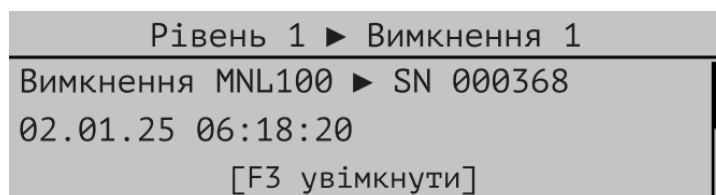

Рисунок 8.5.1 – Приклад вікна повідомлення режиму вимкнення
8.5.1 Якщо ППКП перебуває в режимі вимкнення, то повідомлення цього режиму можуть бути приховані, лише якщо одночасно наявні повідомлення режиму пожежної тривоги. Вікно режиму вимкнення показане на Рис. 8.5.1. Опис реакції ППКП на вимкнення наведений в п. 9.6.